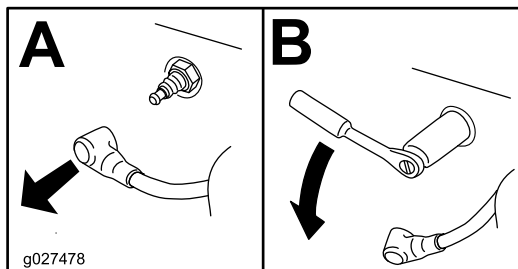

Figura 20
4. Rimuovete la candela (Figura 20).